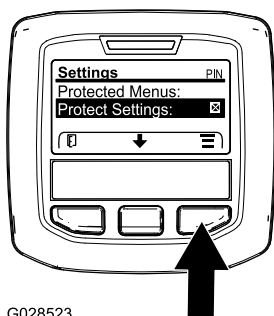

Figure 41
1. Accédez au menu protégé et déverrouillez le sous-menu des réglages protégés (Figure 41); voir Accès aux menus protégés \(page 14\).